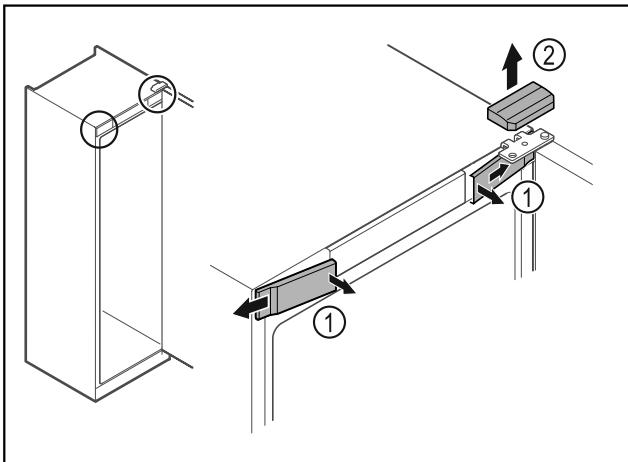

Fig. 8 *
- Izvadite prednje poklopce Fig. 8 (1) iznutra i skinite ih na stranu.*
- Skinite gornji poklopac Fig. 8 (2) prema gore.*